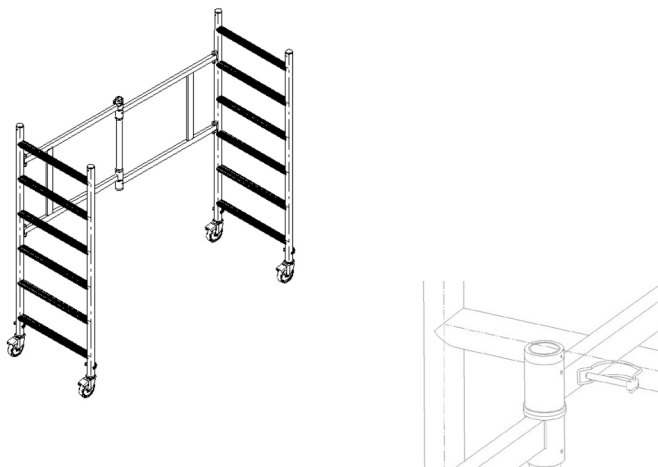

Rys. 10. Montaż bramki
2. Za pomocą kluczy zawartych w zestawie należy zamontować bramkę do drabin. Pamiętać o zamontowaniu podkładek (Rys. 10).